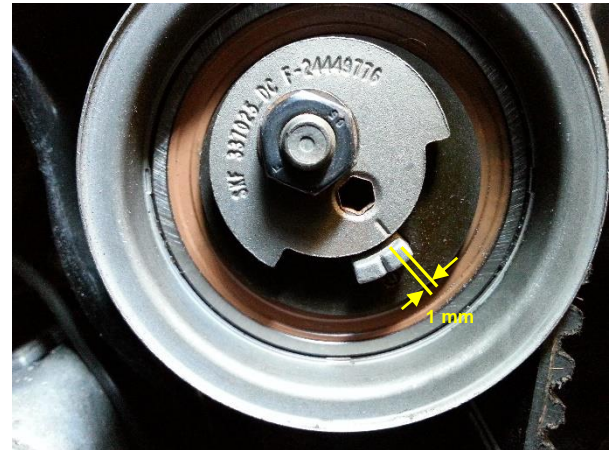

Figure 16
- Procéder au réglage définitif du galet tendeur : à l'aide d'une clé Allen de 5 et après avoir débloqué l'écrou, tourner l'excentrique de manière à ce que le repère se situe en face du quart supérieur du bloc (environ 1 mm avant le bord droit du bloc, Figure 16). Serrer l'écrou à 2 daN.m.